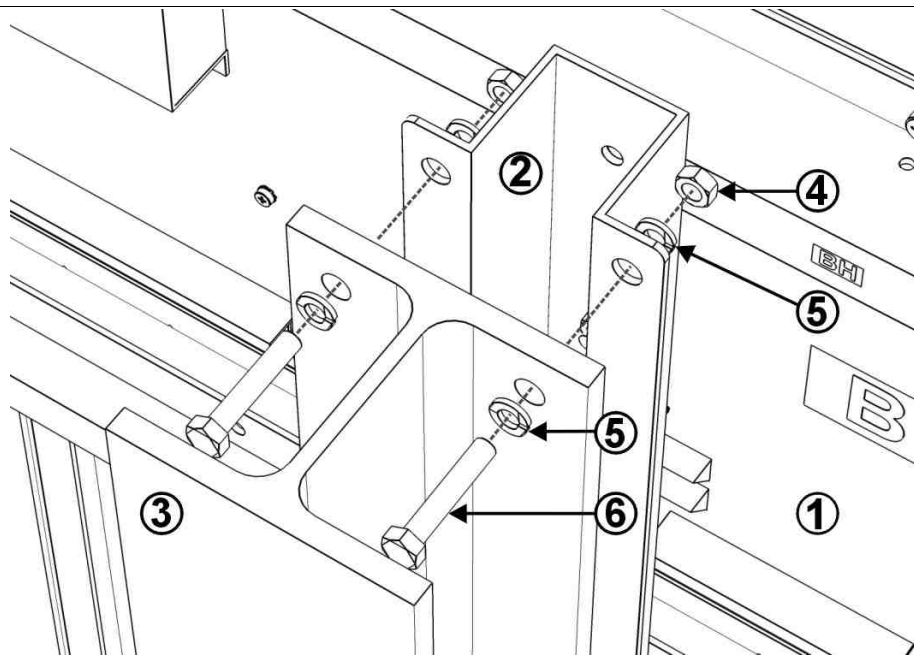

Fig. 15: Fissaggio del tabellone
3. Avvicinate nuovamente il tabellone alle travi e fissatelo con le viti **M8x50**, le rondelle ed i dadi (vedi Fig. 15 - Coppia di serraggio: 20Nm).